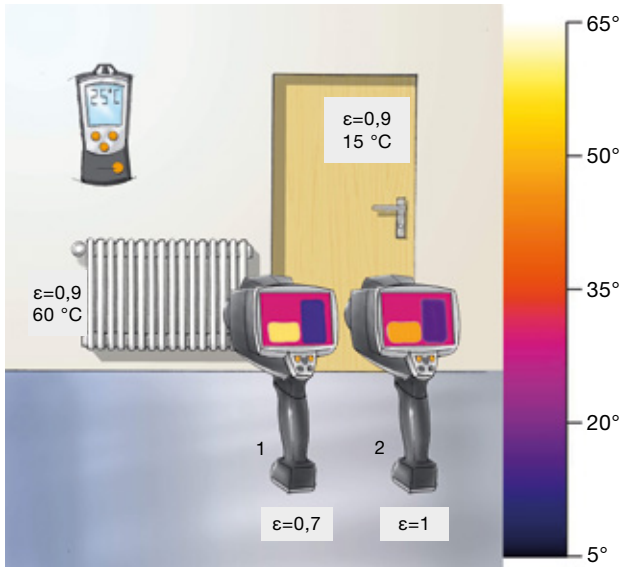

Abbildung 1.2: Auswirkungen eines falsch eingestellten Emissionsgrades auf die Temperaturmessung
1. Bei Messobjekttemperaturen über der Umgebungstemperatur (vgl. die Heizung in Abb. 1.2, S.11):
2. Bei Messobjekttemperaturen unter der Umgebungstemperatur (vgl. die Türe in Abb. 1.2, S.11):